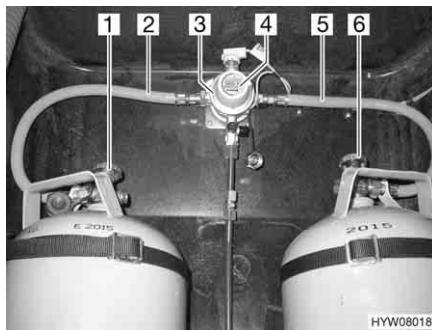
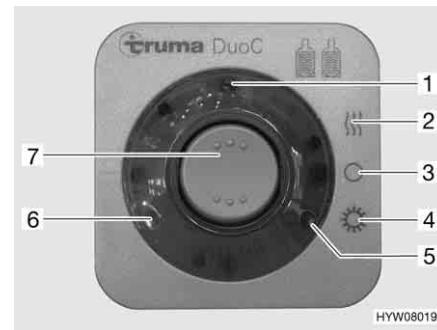

Fig. 92 Impianto di commutazione DuoControl
Fig. 93 Centralina di controllo
L'impianto di commutazione DuoControl è costituito da una valvola di commutazione (Fig. 92,3) e da una centralina di controllo (Fig. 93). La valvola di commutazione è installata tra i tubi del gas (Fig. 92,2 e 5). Con la manopola (Fig. 92,4) sulla valvola di commutazione è possibile stabilire, quale delle bombole del gas viene utilizzata come bombola in uso e quale bombola del gas viene utilizzata come bombola di riserva.
Sulla centralina di controllo (Fig. 93) possono venire azionate solo le funzioni elettriche. Le valvole principali di arresto delle bombole del gas (Fig. 92,1 e 6) devono essere aperti manualmente.
La valvola di commutazione garantisce una pressione del gas costante, indipendentemente da quale bombola provenga l'alimentazione del gas. Le due spie di controllo sulla centralina di controllo indicano il livello di riempimento della bombola in uso. Se è accesa la spia di controllo verde (Fig. 93,6), la bombola in uso è piena. Se è accesa la spia di controllo rossa (Fig. 93,5), la bombola in uso è vuota. Il rifornimento di gas avviene poi tramite la bombola di riserva.
- Aprire le valvole principali di arresto delle bombole del gas (Fig. 92,1 e 6).
- Con la manopola (Fig. 92,4) sulla valvola di commutazione (Fig. 92,3) selezionare la bombola del gas, da cui proviene la principale alimentazione del gas (bombola in uso). Girare la manopola fino all'arresto.
- Sulla centralina di controllo (Fig. 93) attivare l'impianto di commutazione DuoControl. Posizionare l'interruttore a bilico (Fig. 93,7) su funzionamento invernale "On e riscaldamento" (Fig. 93,2) oppure su funzionamento estivo "On" (Fig. 93,4). La valvola di commutazione è ora disareata. La spia di controllo gialla (Fig. 93,1) è accesa, se si seleziona la modalità di funzionamento invernale e l'impianto antighiaccio con regolatore è attivato.
- Portare l'interruttore a bilico (Fig. 93,7) in posizione "O" (Fig. 93,3). La spia gialla di controllo (Fig. 93,1) si spegne.
- Chiudere le valvole principali di arresto delle bombole del gas (Fig. 92,1 e 6).
Le spie di controllo sulla centralina di controllo (Fig. 93,5 e 6) segnalano all'interno del veicolo, se la bombola in uso è pronta al funzionamento.
Se la spia di controllo verde (Fig. 93,6) si spegne durante il funzionamento e la spia di controllo rossa (Fig. 93,5) si accende, significa che la bombola del gas selezionata come bombola in uso è vuota e deve essere sostituita. La bombola di riserva continua ad alimentare le utenze a gas.